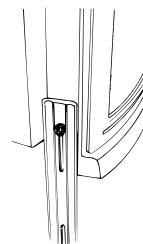
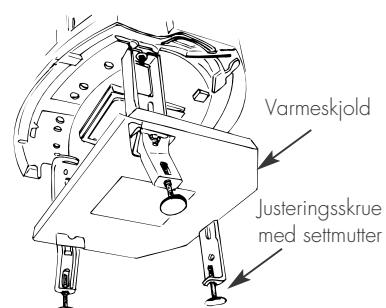
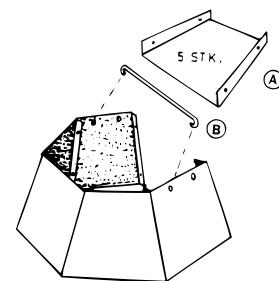

Fig. 4
Fig. 6
Fig. 8 Montering varmeskjold
3. Beina er justerbare fra 330-495 mm, og kan monteres som angitt på fig. 4 eller 5. Dersom beina monteres som angitt på fig. 6, kan beina som er påmontert sideplatene på peisinnsatsen (fig. 4) fjernes. På enkelte omrammingsmodeller må løsningen som er vist på fig. 4 og 5 benyttes. Ønskes høyere sokkelhøyde enn 495 mm, kan peisinnsatsen settes på murstein eller lignende.
4. Monter varmeskjoldet under peisinnsatsen som angitt på fig. 6.
Skal askebøtte monteres må blindlokket i peisbunnen fjernes (se fig. 8). Bøy opp klaffen i lokket og stikk en skrutrekker e.l. gjennom hullet i denne og bruk den som «brekkstang». Slå samtidig med en hammer på lokket for at det lettere skal løsne. Om nødvendig må det tas hull i varmeskjoldet. Det er perforert i platen for lettere å kunne ta ut for åpning (se fig. 6).
6. Varmeskjoldet for røykklokken (fig. 8) består av 5 stk. stålplater (A) som settes sammen med skruer (8 stk. skruer M 6x10 med muttere). I platene er det hull i øvre del der støttestaget (B) hukes på. Støttestaget må monteres som vist på fig. 8.